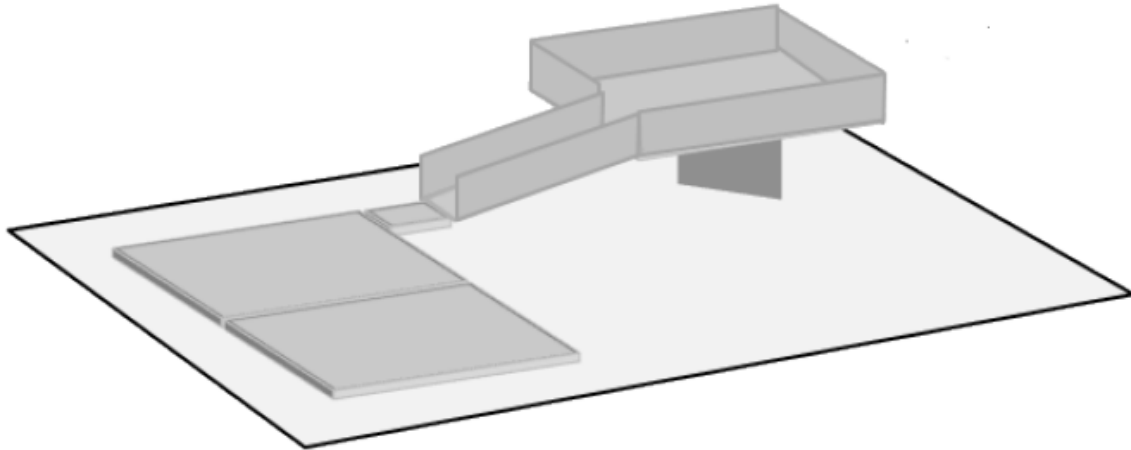

Figura 4 - Ilustração com exemplo de montagem da arena.
4.1. A arena será composta pela área de percurso, rampa e área de resgate, conforme ilustrado na Figura 4.